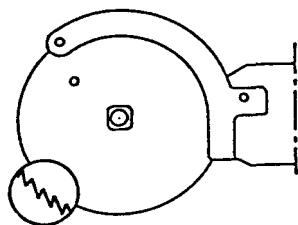

Abbildung 4: Richtung der Blattzähne
- Skt.-Spannmutter (M) und Sägeblatt abnehmen. Einsatzfähiges Sägeblatt auf Aufnahme-Vierkant setzen; Zähne müssen an der Unterseite Richtung Motor zeigen (siehe Abb. 4).